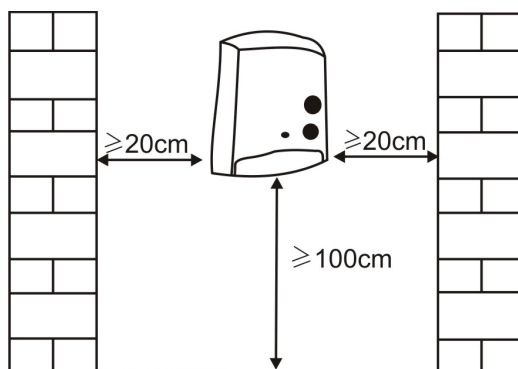

Рис.1
- Установите тепловентилятор на горизонтальной поверхности либо смонтируйте на стене. При размещении на стене тепловентилятор должен находиться на высоте не менее 100см от пола и на расстоянии не менее 20см от боковых стен (см. Рис.1)